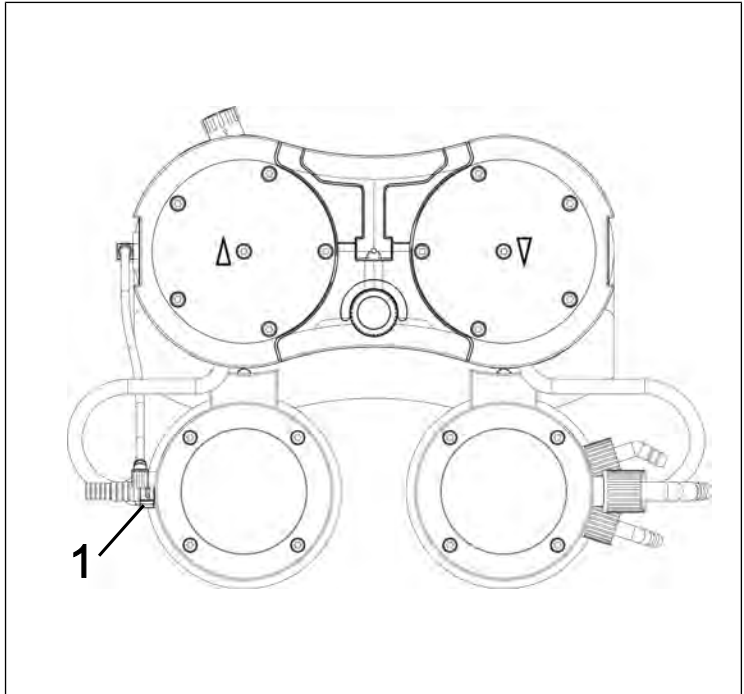

Abb.24: Schlauchverbindung lösen
3. Lösen Sie die Überwurfschraube der Schlauchverbindung (**1/Abb. 24**) von der Vakuumsystemkomponente.
**i** Benutzen Sie zum Lösen der Überwurfschraube der Schlauchverbindung Abscheider (**1/Abb. 24**) ggf. einen Gabelschlüssel SW14.
10. Schrauben Sie die Überwurfschraube der Schlauchverbindung Abscheider (1/Abb. 24) am Abscheideranschluss bis zum Anschlag ein.
**i** Benutzen Sie zum Anziehen der Überwurfschraube der Schlauchverbindung Abscheider (1/Abb. 24) ggf. einen Gabelschlüssel SW 14